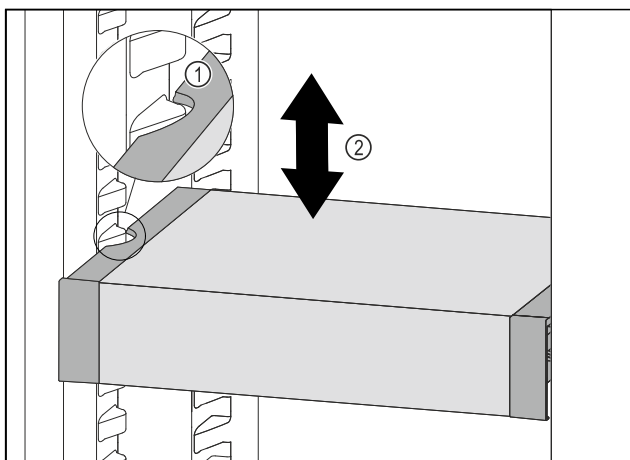

Fig. 97
- ▶ Trekk VarioSafe forover, til utsparingene på sidene av VarioSafe er på nivå med rillene i kjøleskapet. Fig. 97 (1)
- ▶ Flytt VarioSafe oppover eller nedover i kjøleskapet, til ønsket høyde er nådd. Fig. 97 (2)